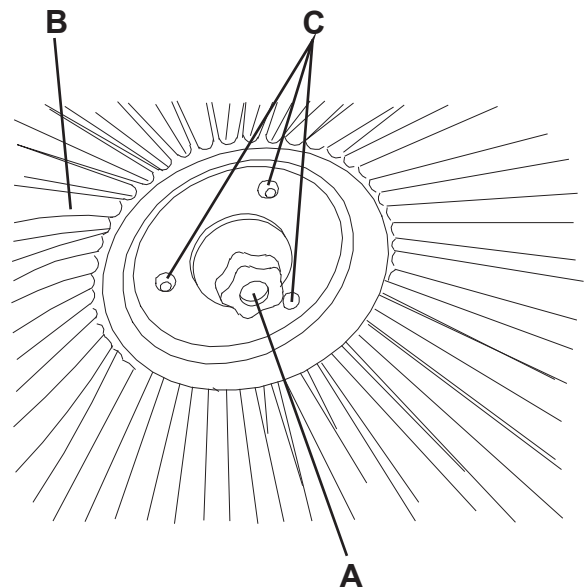

Figure 2
2. Positionner l'interrupteur général (1) sur "0".
4. Dévisser le pommeau (A, Fig. 2) dans le balai latéral, puis déposer le balai (B) en le dégageant des trois pivots (C).
5. Installer le nouveau balai dans la machine en l'engageant dans les pivots (C), puis visser la poignée (A).